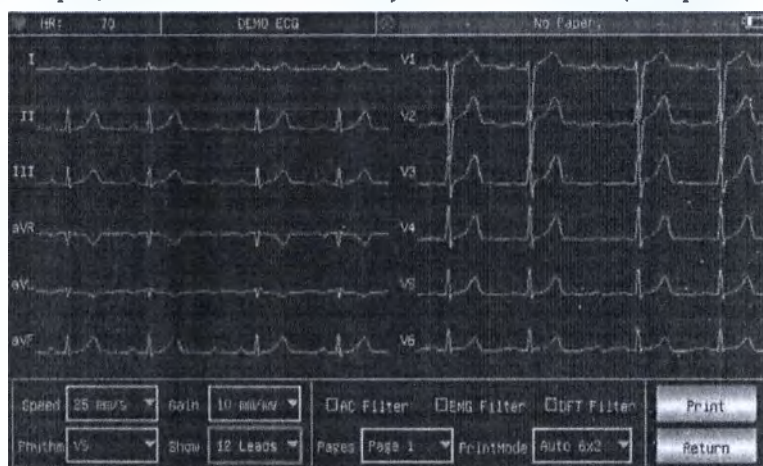

Рисунок 9-1.
9.1. Сообщение «Нет бумаги» будет отображаться на ЖК-дисплее каждый раз, когда заканчивается бумага для записи. (См. рис. 9-1)